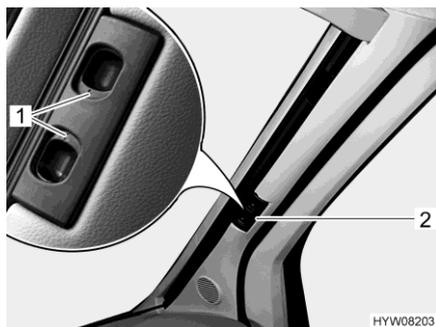

Fig. 23 Tendina oscurante pieghevole per il parabrezza
- Spingere verso l'esterno le due metà della tendina oscurante pieghevole del parabrezza per la maniglia (Fig. 23,2) fino all'arresto. Durante questa operazione spostare orizzontalmente la maniglia verso la rientranza di bloccaggio.
- Fare innestare le maniglie di sbloccaggio (Fig. 23,1).